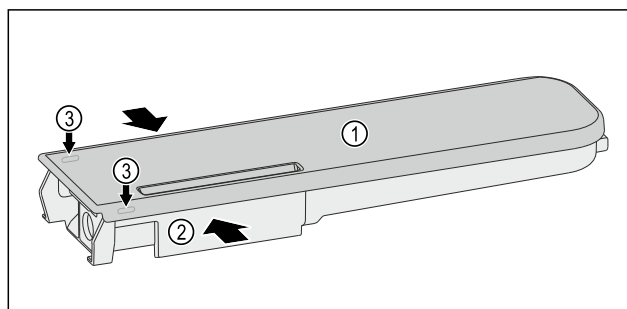

Fig. 125
- ▶ Stlačte nádrž na vodu Fig. 125 (2) k sobě a víko Fig. 125 (1) opatrně vypáchte přes západku Fig. 125 (3) a vytáhněte nahoru.
- ▶ Víkem Fig. 125 (1) pohybujte lehce tam a zpět a sejměte jej nahoru.